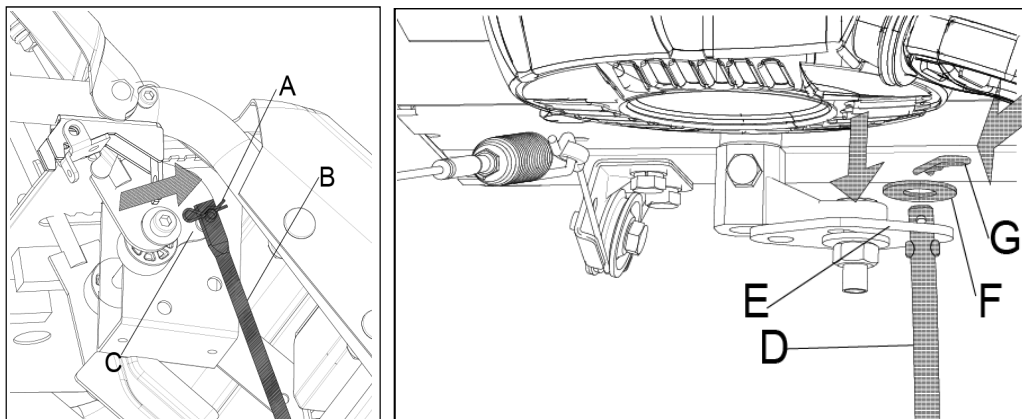

Рис. 4
4.3. Подключение рычага переключения передач (Рис.4).
- Вставьте угловую сторону (D) рычага управления приводом в отверстие на нижнем кронштейне (E), чтобы соединить его с коробкой передач, и закрепите его на месте с помощью шайбы (F) и штифта (G).
- Прикрепите другую сторону рычага управления приводом (B) к кронштейну в нижней части рычага переключения передач (C) и закрепите его на месте с помощью штифта (A) Рис.4.